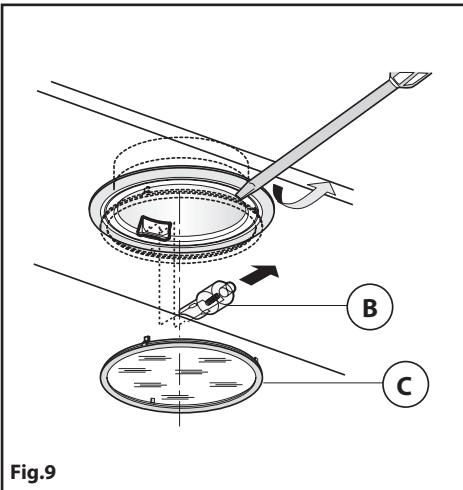

Fig.9
• **Sostituzione delle lampade alogene (Fig.9).**